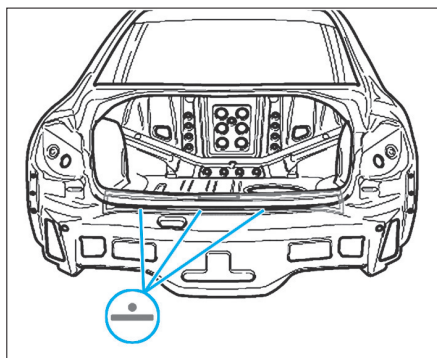

FIG. 52
- Souder la jupe, soudure par points en ligne droite (Fig.52).